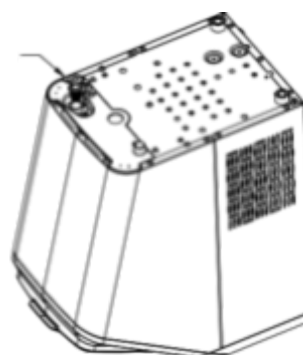

Fig3
3. Avancez la machine à 6cm du bord de la table et ouvrez le bouchon de vidange pour évacuer l'excès d'eau (voir Fig.1, Fig.2 et Fig.3).